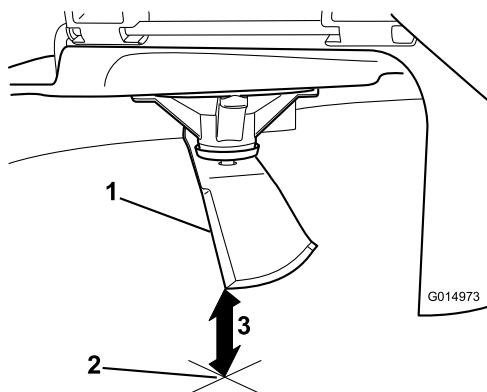

Figura 49
5. Mida entre la punta de la cuchilla delantera y la superficie plana y entre la punta de la cuchilla trasera y la superficie plana (Figura 49). Si la punta de la cuchilla delantera no está entre 1.6-7.9 mm (1/16"-5/16") más baja que la punta de la cuchilla trasera, ajuste la contratuerca delantera.